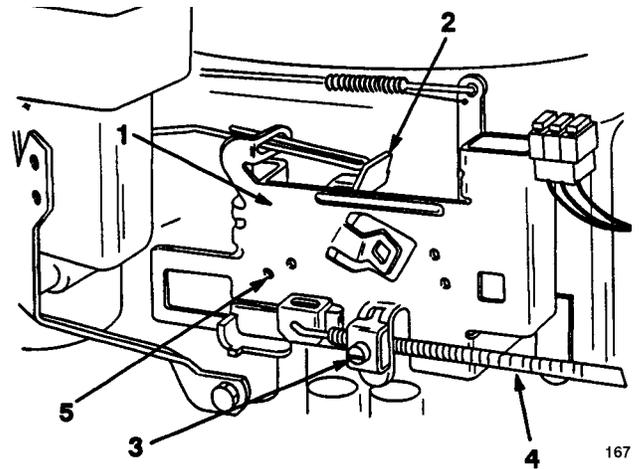

Figure 25
3. Pincer les extrémités des colliers de serrage et les éloigner du filtre (Fig. 25).
- B. Quand la commande est sur FAST, les trous de repérage du levier de commande du régulateur doivent se trouver dans l'alignement de la plaque du régulateur (Fig. 25). Si ce n'est pas le cas, se reporter au point 4 pour la procédure de réglage.
- B. Desserrer la vis de serrage du câble d'accélérateur jusqu'à ce que la gaine coulisse (Fig. 25).
- C. Déplacer la gaine du câble jusqu'à ce que les trous de repérage du levier de commande du régulateur se trouve dans l'alignement de la plaque du régulateur (Fig. 25). Serrer alors la vis de serrage du câble.